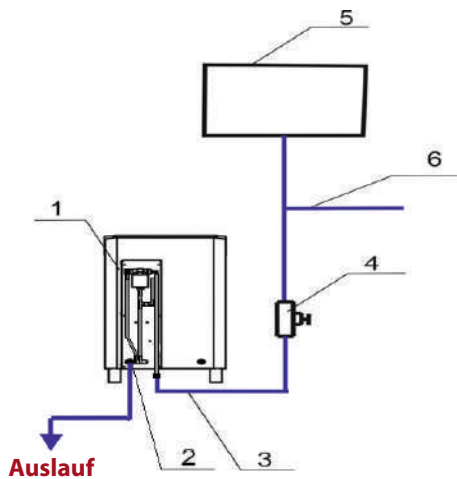

Abb. 7
2.1.2.5 Hinterer Deckel nach oben zu heben und abzunehmen. Das elektrische Heizgerät (Pos. 1, Abb. 7) mit dem flexiblen Schlauch (Pos. 3, Abb. 7) zum Wasserversorgungsnetz (Pos. 6, Abb. 7) oder zum
Vorratsbehälter (Pos. 5, Abb. 7), der sich im Nebenraum befindet, anzuschließen. Es wird empfohlen, den Vorratsbehälter in der Höhe von mindestens 1 m über dem elektrischen Heizgerät einzustellen. Bei Verwendung des Vorratsbehälters (Pos. 5, Abb. 7) zur Wasserversorgung des Dampfgenerators sind folgende Schritte zu erfüllen:
Vor dem elektrischen Heizgerät ist es ein Abschlussventil (Pos. 4, Abb. 7) zu montieren. Zeitlicher Verschlussstopfen soll abgenommen werden und es soll einen Wasserablasshahn (Pos. 2, Abb. 7) unter Einsatz des flexiblen Anschlussschlauchs mit der notwendigen Länge installiert werden. Zur Vermeidung der Verkalkungen soll der Kennwert der Wasserhärte im Bereich von 0,5° bis 5°F liegen. Es wird empfohlen, eine Vollentsalzungsanlage (mit dem Rückkehrosmose) zu verwenden.
2.2.2.1 Den Abflusshahn (Pos. 2, Abb. 7) zu schließen und den Auffüllhahn (Pos. 4, Abb. 7) zu öffnen. Beim Einschalten des Elektroofens in einem Raum mit negativer Temperatur das Füllventil 15 Minuten nach dem Einschalten des Dampferzeugungsmodus zu öffnen.
2.2.2.5 Nach dem Arbeitsende zur Vermeidung der Rückstandsbildung im Behälter des Dampferzeugers ist es empfohlen, das Wasser aus dem System abzugießen. Dafür braucht man den Auffüllhahn (Pos. 4, Abb. 7) zu schließen und den Auslasshahn (Pos. 2, Abb. 7) aufzumachen. Man soll warten, bis das Wasser aus dem System vollständig abgegossen wird. Die Hähne bleiben in dieser Position bis zum nächsten Einschalten des Erzeugnisses. Bei der Gefahr, dass das Wasser im Behälter des Dampferzeugers friert, so soll das Wasser verbindlich abgegossen werden!